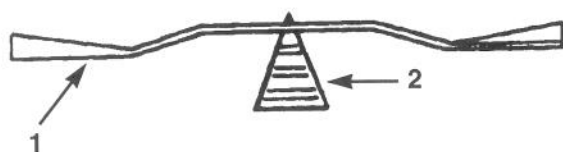

Figure 37
2. Contrôler l'équilibrage de la lame en la posant sur un équilibreur de lame (Fig. 37). La lame est équilibrée si elle reste horizontale, et peut donc être utilisée. Limer l'arrière de la lame si elle n'est pas équilibrée. Répéter la procédure jusqu'à ce que la lame soit équilibrée.
1. Poser la lame, la pièce de retenue, la rondelle incurvée (côté concave vers la lame) et le boulon (Fig. 37).